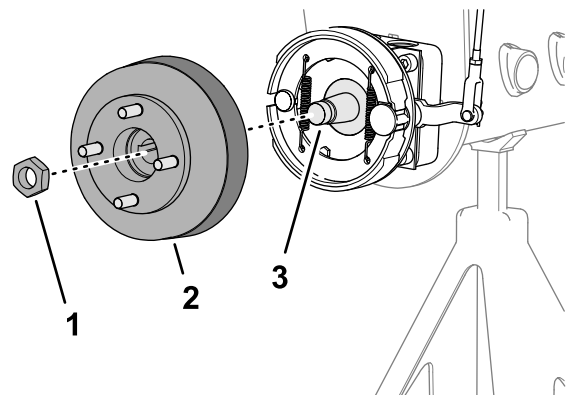
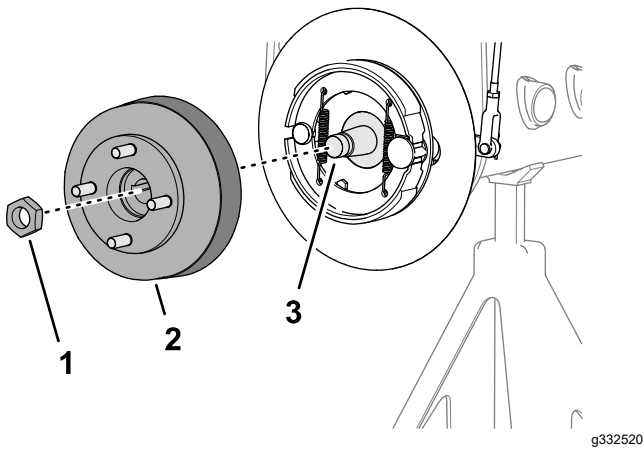

図 73
図 74
3. ホイールハブとブレーキドラムをホイールモータのシャフトに組み付ける図73または図74。
図 73または図 74、手締めする。